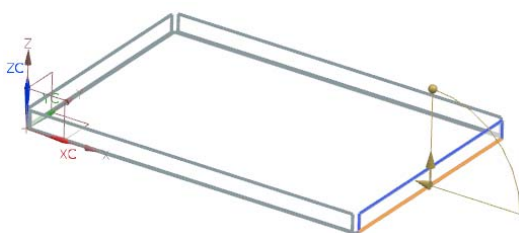

图 2-36 选择弯边
(8) 选择弯边, 同时在视图区预览显示所创建的弯边, 如图 2-36 所示。在“弯边”对话框中, 设置“宽度选项”为  完整, “长度”为 18.5, “角度”为 90, “参考长度”为“外部”, “内嵌”为“材料外侧”, 在“止裂口”列表框中的“折弯止裂口”和“拐角止裂口”下拉列表框中选择“ 无”。